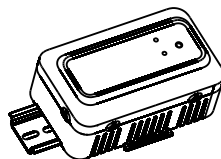

Рис. 4
2. Оденьте прибор на DIN рейку. Рис. 4.